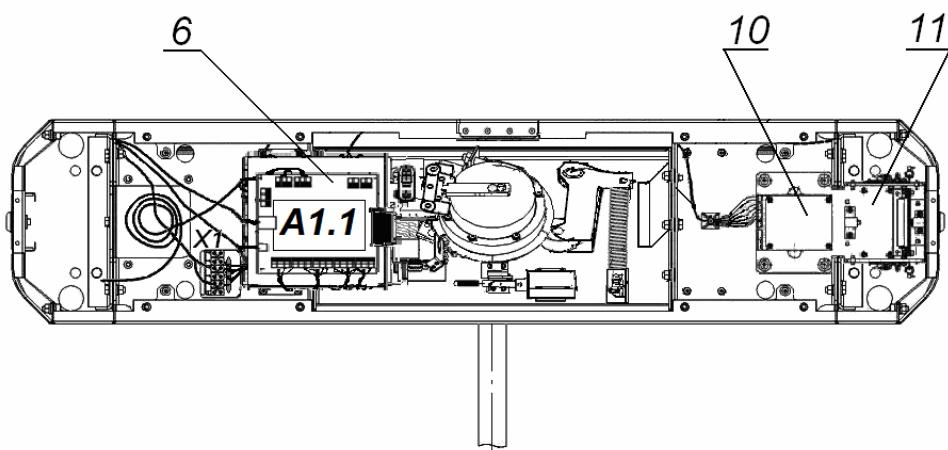

Рисунок 11. Схема прокладки кабелей в стойке ЭП
6. Подготовьте в полу отверстия под гильзы анкеров для крепления стойки ЭП. Установку и крепление стойки производите после прокладки всех кабелей в кабельном канале и внутри стойки. Схема прокладки кабелей в стойке показана на рис. 11.
7. Демонтируйте боковую заглушку (10) и выньте контейнер картоприемника (18), открыв ключом замки (11) и (19).
9. Снимите крышку стойки ЭП (3) (см. разд. 6).
10. Протяните кабели внутри стойки. Рекомендуемое расположение кабелей при прокладке внутри стойки показано на рис. 11.
14. Выполните заземление стойки ЭП в соответствии с требованиями ПУЭ («Правила устройства электроустановок»). Контакт заземления **Z1** (8, рис. 11) находится за боковой заглушкой стойки (10). Для крепления кабеля заземления на контакте используйте гайку M4.
При производстве механизм картоприемника (11, см. рис. 11) установлен со стороны считывателя №1 (A2).
1. Снимите крышку (3) в порядке, указанном в разд. 6.
2. Извлеките контейнер картоприемника (18), открыв замок (19).
3. Извлеките заглушку (10) с противоположной стороны, открыв замок (11).
4. Демонтируйте торцевые крышки (9); каждая крышка крепится двумя винтами M4×16 и двумя шурупами Ø4,2×19 снизу со стороны контейнера (18) или заглушки (10). Кабели считывателей, находящихся внутри торцевых крышек, не отсоединяйте.
7. Отсоедините кабель картоприемника от платы управления картоприемника A1 (10, рис. 11).